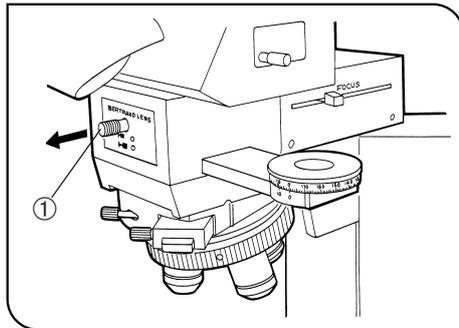

Fig. 25
2. Tirare la vite della lente di Bertrand ① in posizione (○) (Fig. 25).
5. Premere la vite della lente di Bertrand ① in posizione (●) per l'osservazione conoscopica.